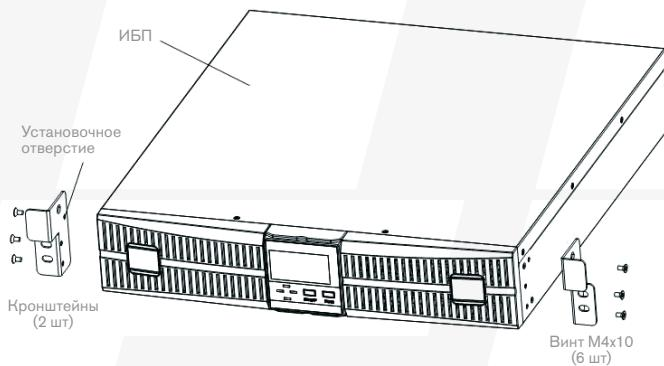

Рис. 5-5 Установка кронштейнов
- Выньте два кронштейна и шесть винтов M4 × 10 из аксессуаров и закрепите кронштейны на ИБП с помощью винтов через установочное отверстие, как показано на рис.5-5.